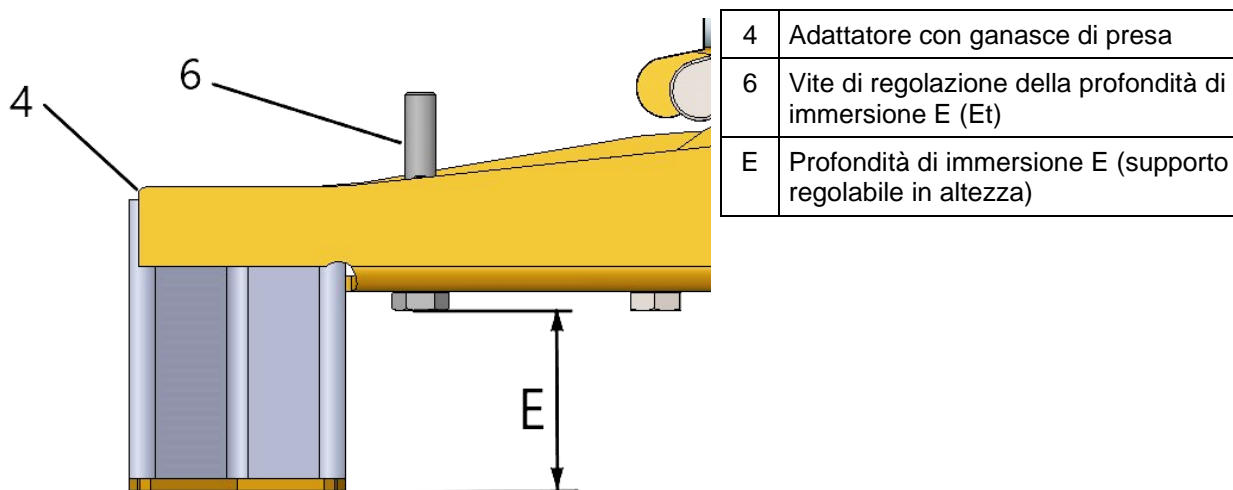

Abb. 3
Inoltre, è possibile modificare la "profondità di immersione E (**Et**)" delle ganasce di presa sull'adattatore (4), che deve essere regolata in base alla merce da prendere (griglie per prato) (→ fig. 3).